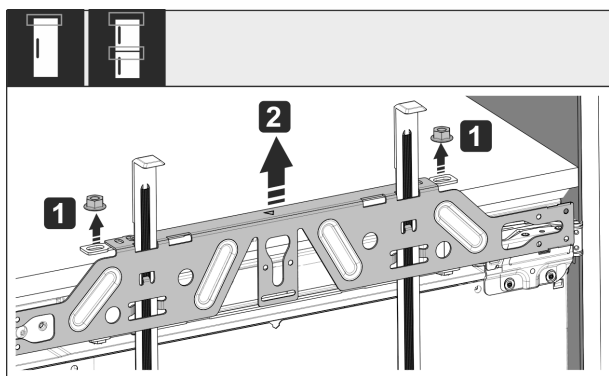

Fig. 58
- ▶ Løsn kontramøtrikkerne Fig. 58 (1).
- ▶ Tag fastgørelsestraversen Fig. 58 (2) af.